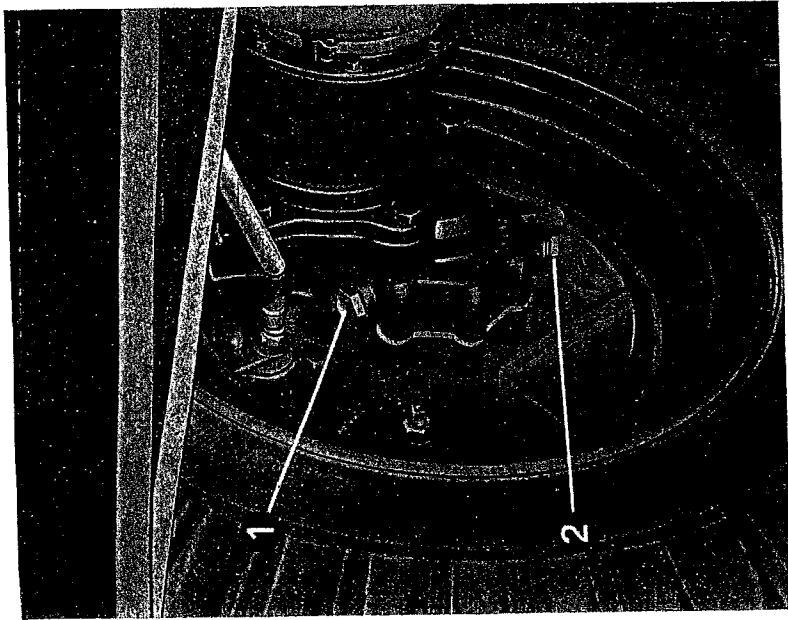

Abb. 33 Öfüllung im Radvorgelege
Der oben schräg am Achsgewälde sitzende Entlüfterstutzen darf zur Ölfüllung nicht benutzt werden. Vorder- und Hinterachtrieb sind in gleicher Weise zu warten. Die Verschraubung für das Vorderachsgewälde befindet sich rechts und am hinteren Gehäuse auf der linken Gehäuseseite. Der Ölstand in den Radvorgelegegehäusen (Abb. 33) der Vorder- und Hinterräder ist nach 1500 km zu überprüfen. Normalstand in Höhe des Einfüllstutzens (1).